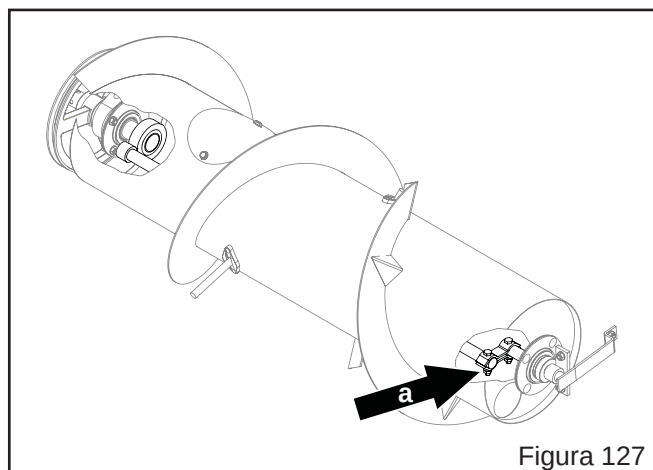

Figura 127
- Solte os parafusos "A" (Figura 127) que fixam o eixo excêntrico, de ambos os lados;